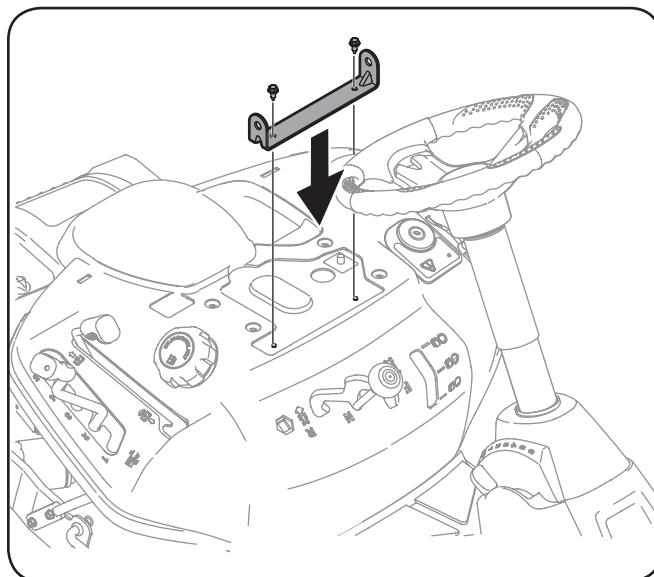

Figura 3-6
3. Alinear el soporte del asiento en su lugar sobre los agujeros de donde fueron retirados los tornillos autorrosantes, como se muestra en la Figura 3-6.
4. Extraiga los dos pernos autorrosantes que se instalan en el tractor en la fábrica y coloque el soporte del asiento en su lugar sobre los orificios. Vea la Figura 3-6.